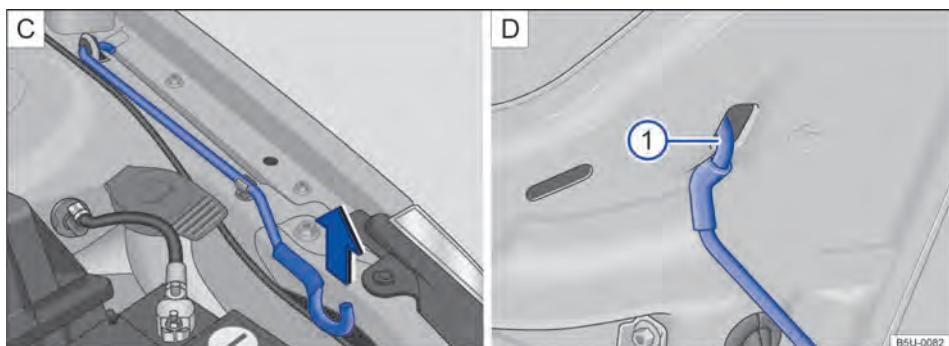

Fig. 171 [C] Haste de sustentação da tampa do compartimento do motor. [D] Tampa do compartimento do motor apoizada na haste de sustentação.
- Retirar a haste de sustentação do suporte no sentido da seta → Fig. 171 [C] e posicioná-la na abertura na tampa do compartimento do motor → Fig. 171 ① [D].
- Retirar a haste de sustentação do furo → Fig. 171 ① [D] e encaixá-la no suporte do fecho → Fig. 171 [C].